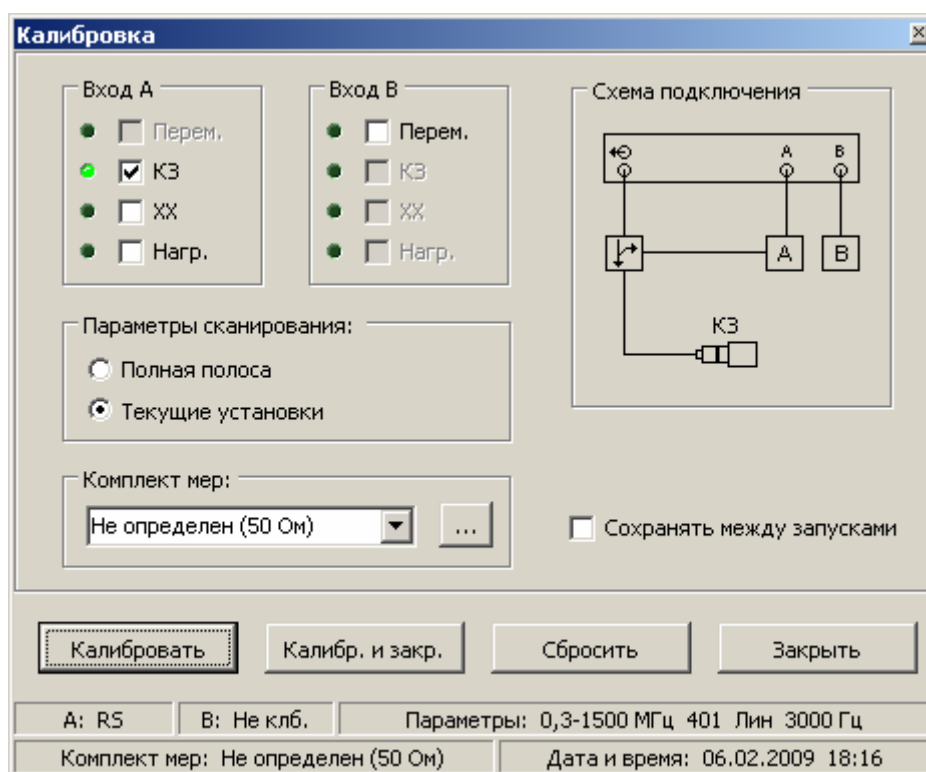

Рисунок 18.1. Диалоговое окно калибровки.
- 18.12.1 Для выполнения калибровки служит кнопка «Калибровка», которая открывает диалоговое окно (рисунок 18.1).